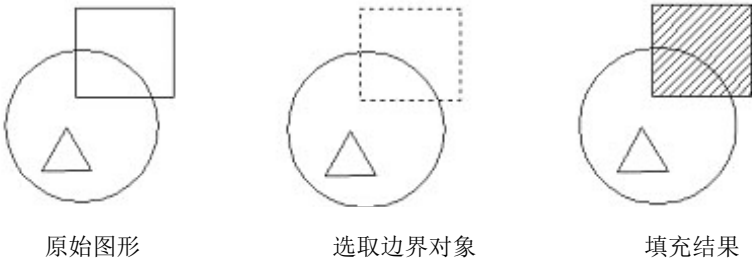

图 3-33 选取边界对象
(2) “选择边界对象”按钮：以选取对象的方式确定填充区域的边界。可以根据需要选取构成填充区域的边界。同样，被选择的边界也会以高亮度显示（如图 3-33 所示）。